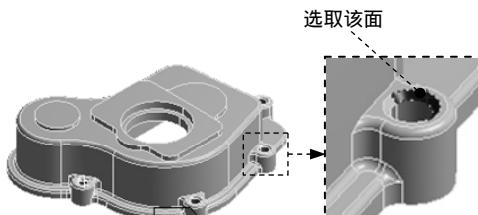

图 2.6.17 选取曲面 (三)
(1) 在图形区选中图 2.6.17 所示的曲面对象并右击，在弹出的快捷菜单中选择 **Create Named Selection** 命令，弹出“ Selection Name ”对话框。